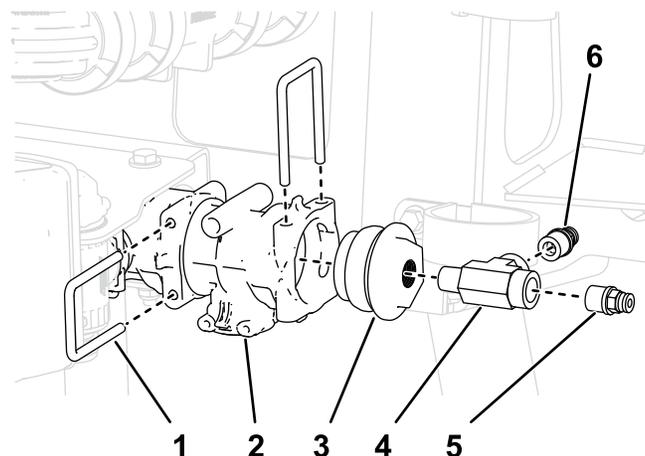

Figura 34
9. Aplique vedante PTFE nas roscas da união em T roscada e encaixe a união em T na capa da união (Figura 34).